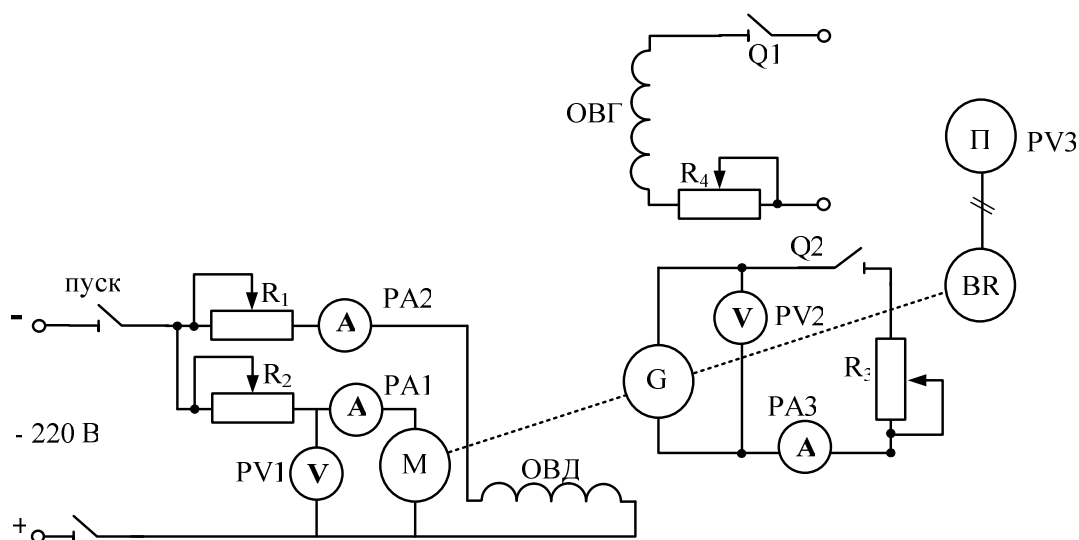

Рис.1
I. Изучить конструкцию двигателя постоянного тока параллельного возбуждения и ознакомиться с элементами электрической цепи, схема которой представлена на рис.1.